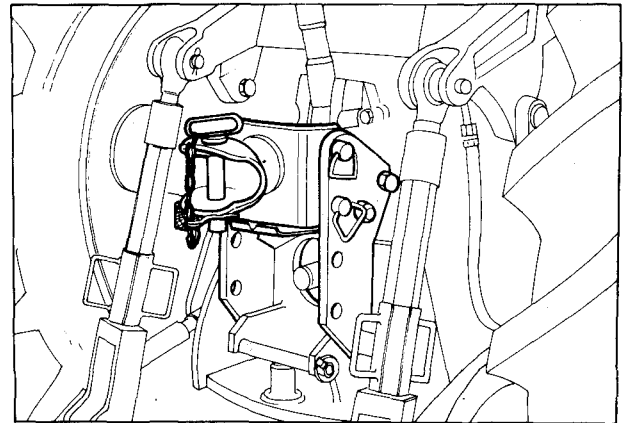

Fig. 27.
**WAGENKOPPELING (FIG. 27) – VERSTELBAAR TYPE**